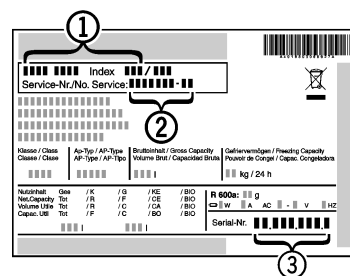

Fig. 15
- ▶ Обратитесь в сервисную службу и сообщите вид неисправности, наименование устройства Fig. 15 (1), сервисный № Fig. 15 (2) и серийный № Fig. 15 (3).